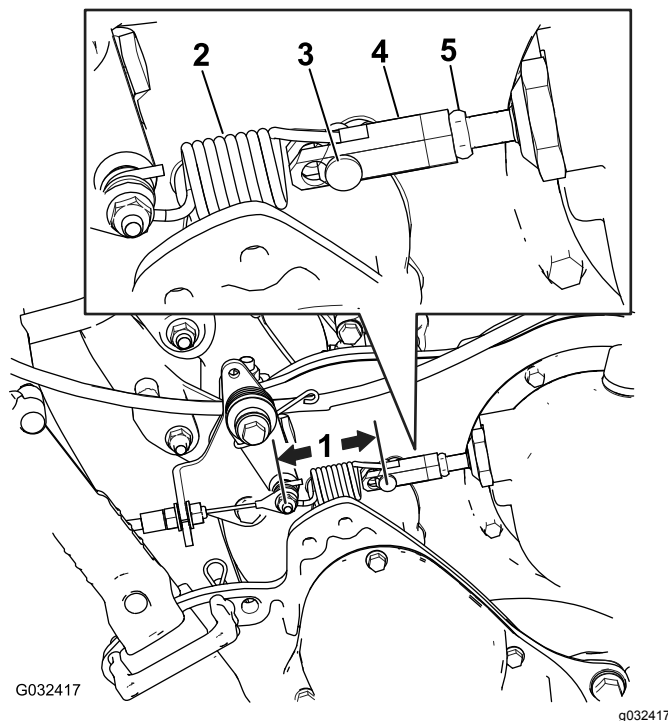

Рисунок 48
2. Измерьте расстояние от штифта на любом конце пружины управления тягой (Рисунок 48), если оно не находится в пределах от 7,3 до 7,6 мм, отрегулируйте сцепление, как описано в приведенных ниже пунктах.
- В. Ослабьте контргайку на винтовой стяжке и снимите шплинтуемый штифт, отсоединив пружину от винтовой стяжки (Рисунок 48).
- F. Измерьте расстояние от штифта на любом конце пружины управления тягой и приводом барабана (Рисунок 48), повторяйте пункты с А по F, пока оно не будет находиться в пределах от 7,3 до 7,6 мм.